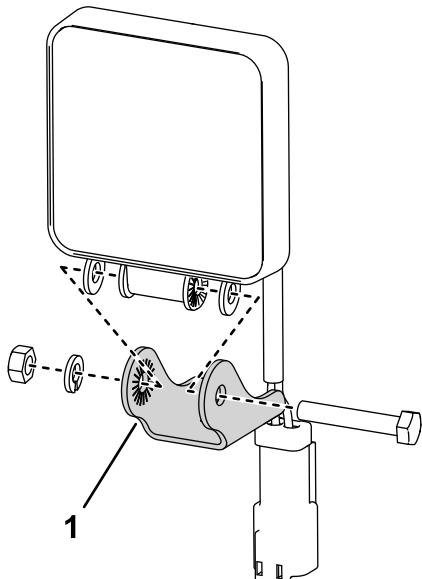

Рисунок 2
4. Снимите все малые монтажные кронштейны с рабочих осветительных приборов (Рисунок 2).